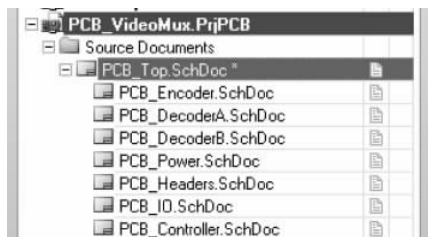

图 1-6 层次原理图文件结构
(6) 层次性原理图简要说明
① 执行“文件”→“打开”菜单命令,浏览到“*:\Program Files\Altium2004\Examples\Reference Designs\VideoMultiplexer”下的 PCB_VideoMux. PrjPCB 项目文件,双击打开该文件,其下含有 7 个子原理图,如图 1-6 所示。